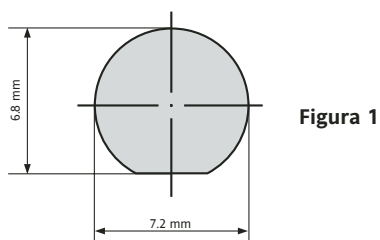

Figura 1
- Taladrar el panel como se ilustra en la Figura 1: